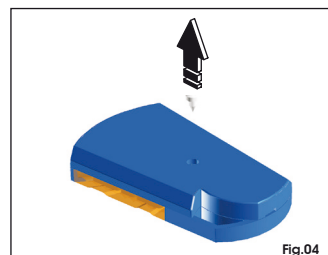

Fig.04
- Destornille el tornillo situado en la parte trasera del telemando (Fig.04).
- Die Schraube auf der Hinterseite der Fernsteuerung lösen (Abb.04).
- Draai de schroef aan de achterkant van de afstandsbediening los (Fig.04).